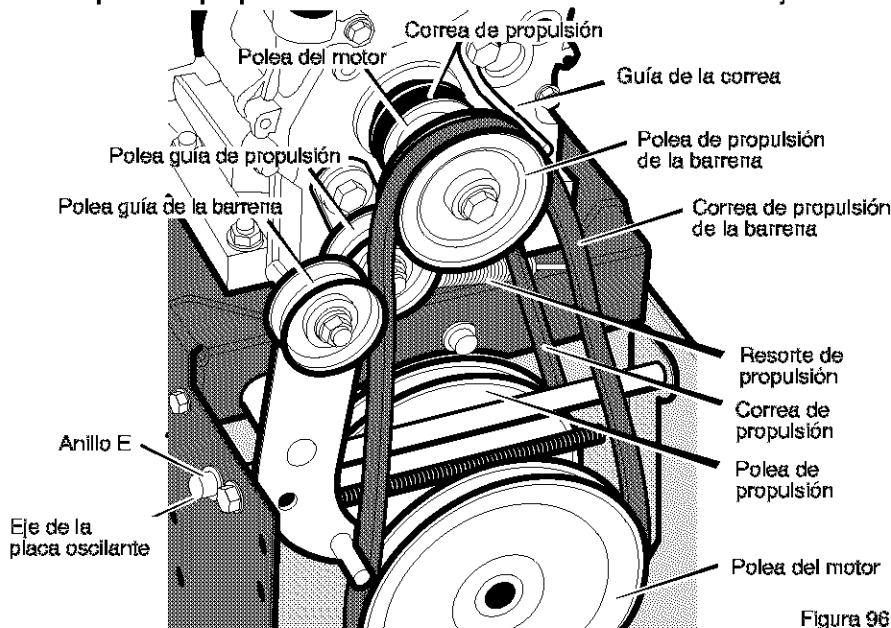

Figura 96
3. Afloje la tuerca de la polea guía de la barrena y mueva esta última hacia la correa un octavo de pulgada aproximadamente (3 mm) (Figura 96).
- Aloje la **guía de la correa**. Separe la **guía de la polea de propulsión de la barra** (Figura 96).
3. Quite el **anillo E** de uno de los extremos del **eje de la placa oscilante**. Quite este **eje** para que la placa oscilante gire hacia adelante (Figura 96).